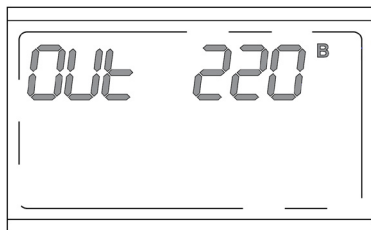

Рисунок 11. ЖК-дисплей в режиме настройки выходного напряжения
1. Двойным быстрым нажатием кнопки  перевести ЖК-дисплей в режим настройки выходного напряжения (**рисунок 11**).